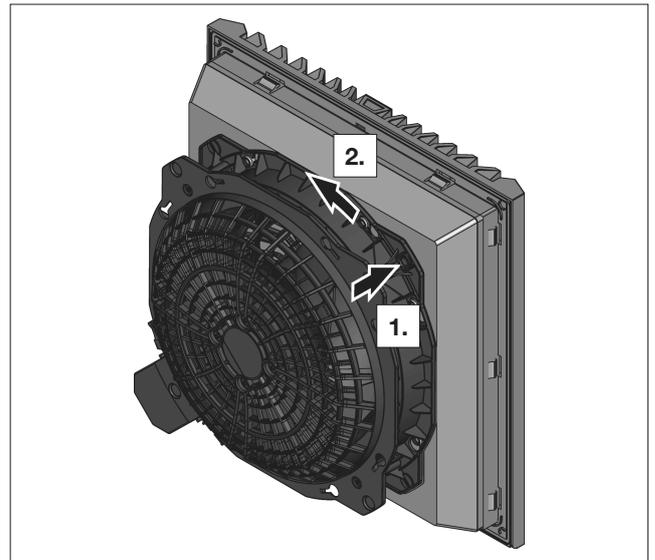

图 15: 解锁卡口式连接
- 按下风扇背面卡口式连接的解锁按钮（参见图 15）。它位于接线端子的对角。